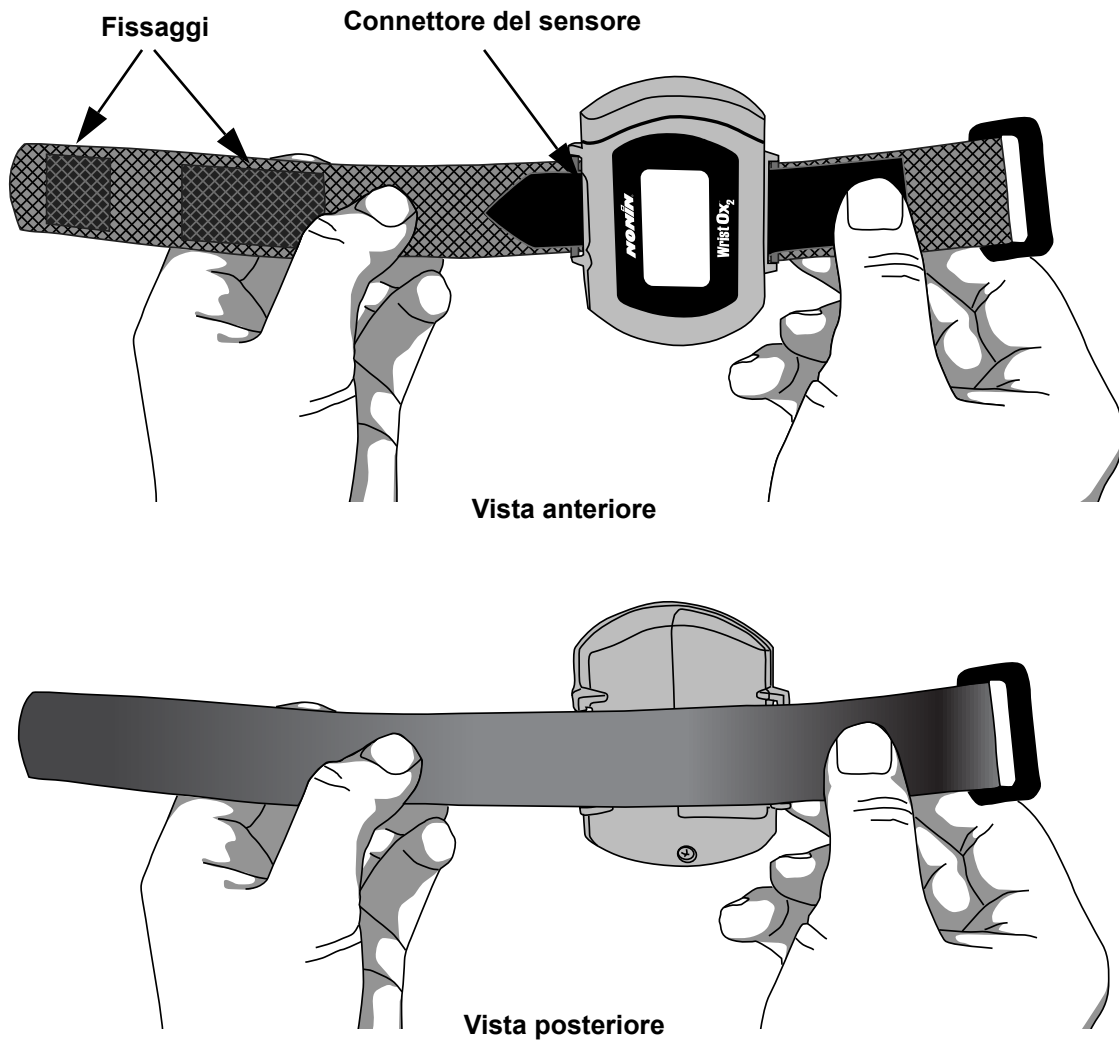

Figura 9: Dispositivo con cinturino collegato (viste anteriore e posteriore)
Le figure 7 e 8 illustrano come collegare il cinturino al dispositivo. In figura 9 è riportata la vista anteriore e quella posteriore del cinturino collegato.
1. Verificare che il cinturino sia stato collegato correttamente al dispositivo (figura 9). Se non è collegato, fare riferimento alla sezione "Collegamento del cinturino".